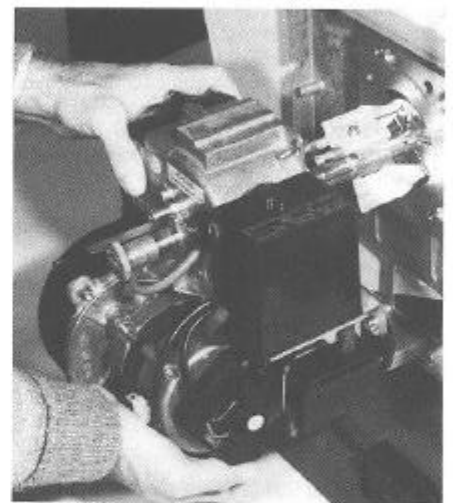

Abb. 21
- Brennergehäuse soweit aus dem Vorderteil ziehen, bis das Gasgestänge mit der Stauscheibe freiliegt (Abb. 21), dann um 90° nach rechts drehen und mit der Halteschraube in die Brennerfrontplatte einhängen.